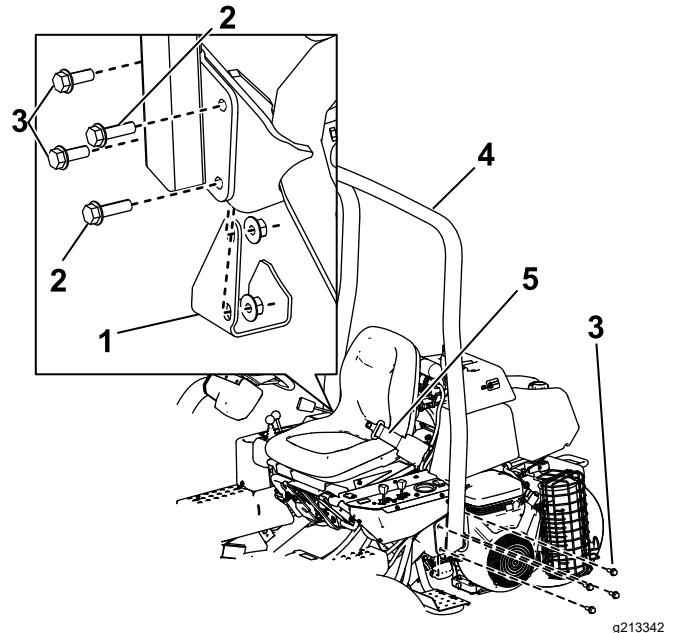

Figura 4
2. Baje la barra anti-vuelco (Figura 4) sobre los soportes de montaje, alineando los taladros de montaje.
3. Sujete cada lado de la barra antivuelco al soporte de montaje con 4 pernos (½" x 1½") y contratuerca (Figura 4).
5. Sujete el lado derecho de la barra antivuelco y el apoyo del gato que retiró anteriormente al soporte de montaje con 2 pernos (½" x 1½"), 2 pernos (½" x 1¾") y contratuerca, según se muestra en la Figura 4.